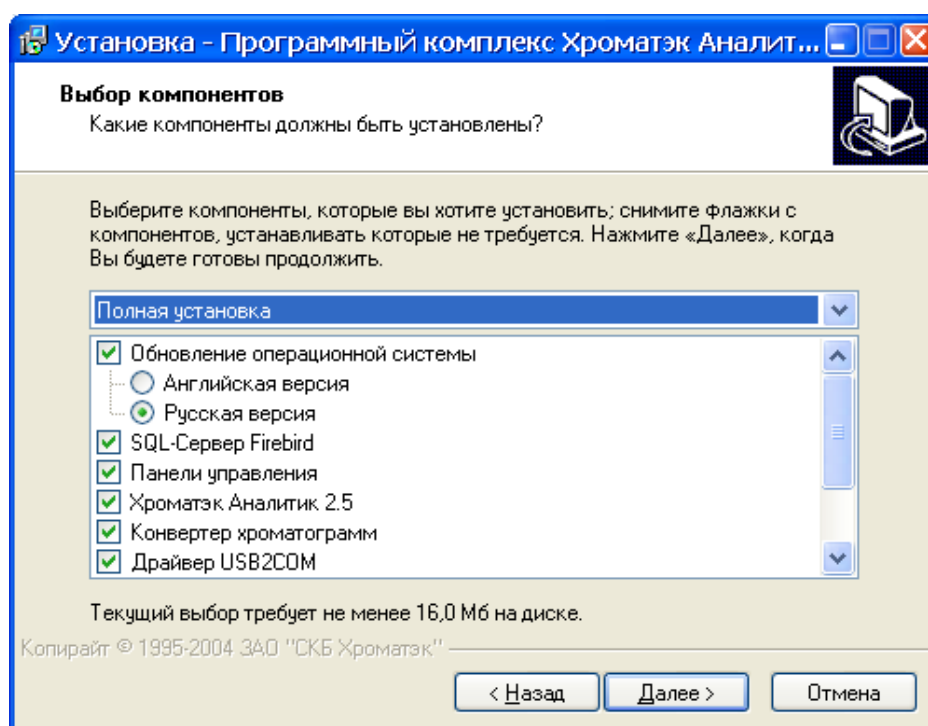

Рисунок 1.4. Установка программного обеспечения. Выбор состава комплекса
- В окне **Выбор компонентов** (см. рисунок 1.4) выберите из выпадающего списка опцию **Полная установка** и нажмите кнопку **Далее** для завершения установки ПО. После установки компьютер должен быть перезагружен.